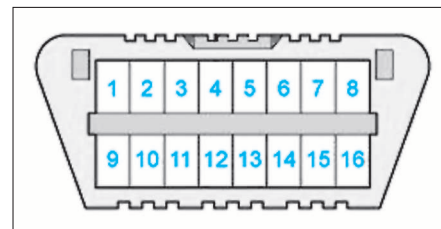

FIG. 3
- Shunter ensuite la borne 4 et 13 de la prise de diagnostic (fig. 3).
- A l'aide d'un fil, shunter les bornes 4 et 12 de la prise de diagnostic (fig. 3).
- Shunter les voies 4 et 12 de la prise diagnostic à l'aide d'un fil (fig. 3).